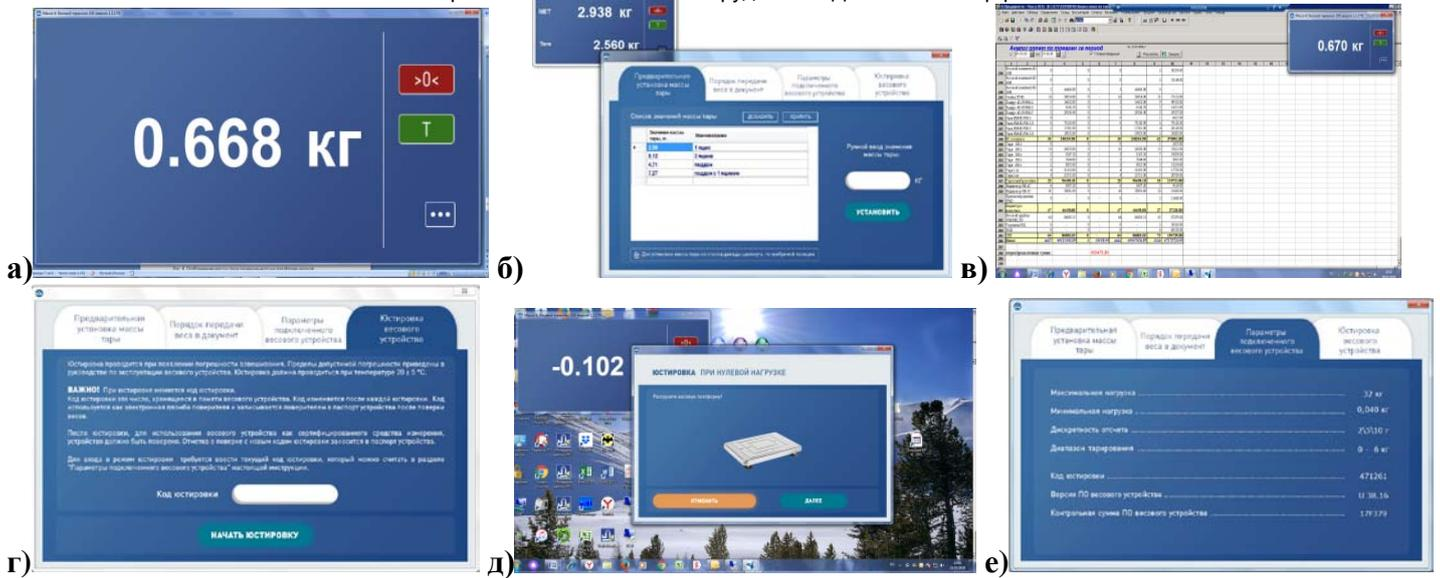

Рис. 6.3 Примеры экранов программы "MACCA-K: Весовой терминал 100".
- отображать вес (Рис. 6.3а), проводить операцию тарирования (Рис. 6.3б) и установки на 0;
- передавать вес в любой открытый документ (Рис. 6.3в);
- проводить юстировки модуля (Рис. 6.3г, д).
2. Посмотреть в программе номер версии ПО модуля (U_38.1.6), контрольную сумму ПО (17F379) и код юстировки (нажать в основном экране программы кнопку  и перейти во вкладку «Параметры подключенного весового устройства» (Рис. 6.3е)).
3. Используя основной экран программы (Рис. 6.3а) провести поверку модуля.
2. Используя экран программы «Юстировка весового устройства» (нажать в основном экране программы кнопку  и перейти во вкладку «Юстировка весового устройства» (Рис. 6.3г, д)), провести юстировку модуля, пользуясь инструкциями в программе.